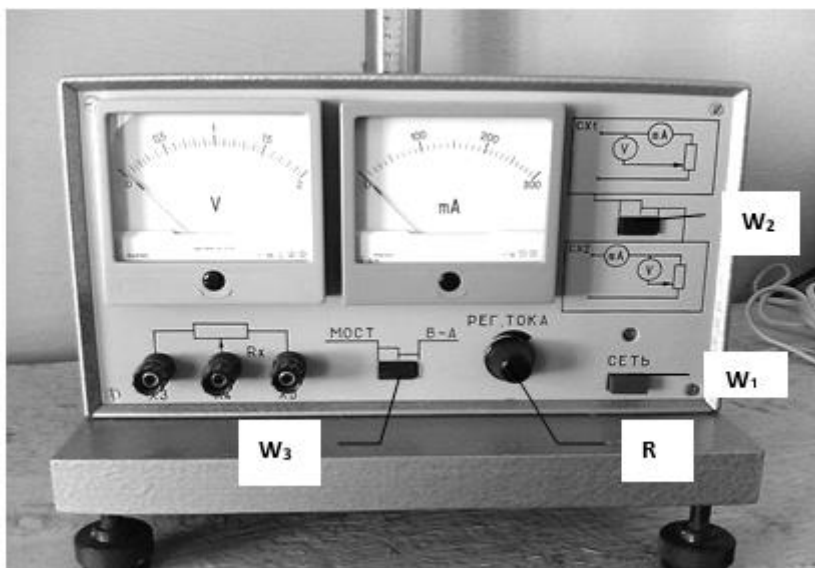

Рисунок 2 – Измерительной части прибора
Переключатель W_1 (рисунок 2) служит для включения прибора в сеть. При нажатии W_1 начинает светиться индикатор напряжения сети. Переключатель W_2 позволяет изменять схему подключения измерительных приборов. Если переключатель W_2 отжат, установка работает по методу точного измерения силы тока. Если же W_2 утоплен, установка работает по методу измерения напряжения. Переключатель W_3 устанавливает режим работы установки: при
2. Нажать переключатель W_2 , что соответствует методу точного измерения напряжения (рисунок 2). С помощью регулятора R установить первое заданное значение силы тока, снять соответствующее показание вольтметра. Записать в таблицу.